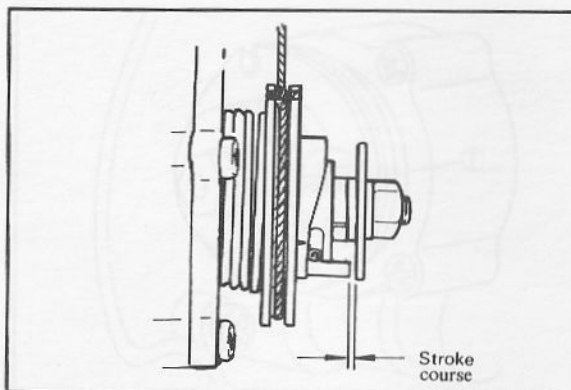

Fig. 2-5-10
- b. Measure gap with thickness gauge between raised boss on pump adjust pulley and adjust plate. If clearance is not correct, remove adjust plate locknut and adjust plate. (Fig. 2-5-10)
- b. Mesurer le jeu à l'aide d'une jauge d'épaisseur entre la saillie sur la poulie de réglage de pompe et la plaque de réglage. Si le jeu est incorrect, enlever le contre-écrou de plaque de réglage et ajuster la plaque. (Fig. 2-5-10)